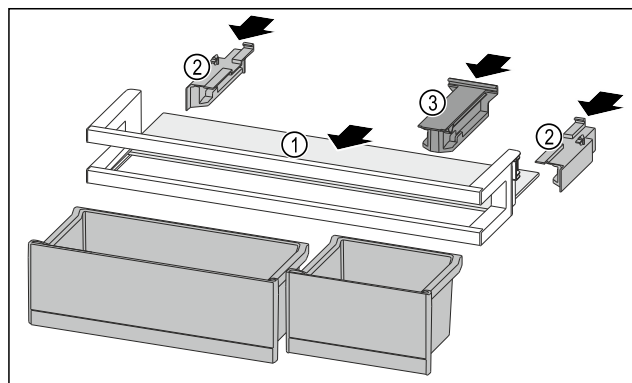

Fig. 162
- ▶ Вдвиньте съёмную полку Fig. 162 (1) в боковые пазы.
- ▶ Установите боковые части Fig. 162 (2).
- ▶ Смонтируйте крепление Fig. 162 (3).